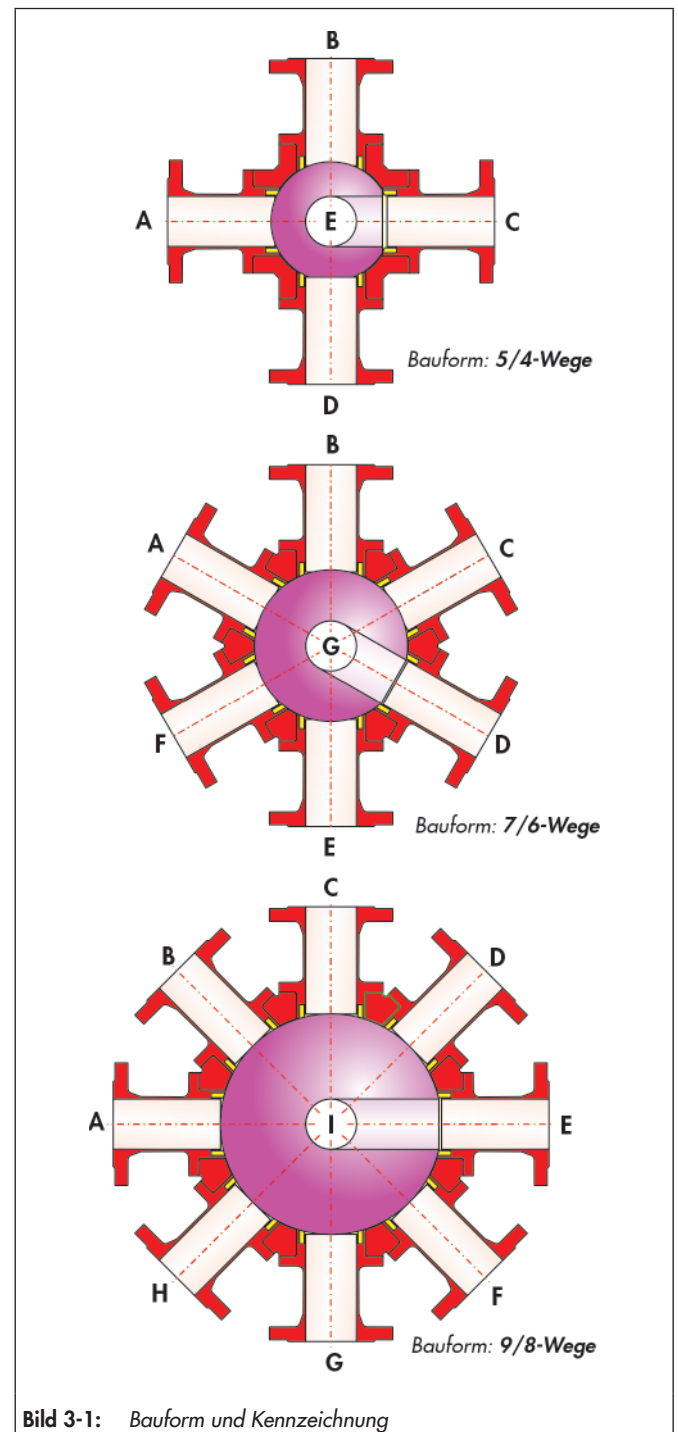

Bild 3-1: Bauform und Kennzeichnung
- Diverse Bauformen, Beispiele vgl. Bild 3-1